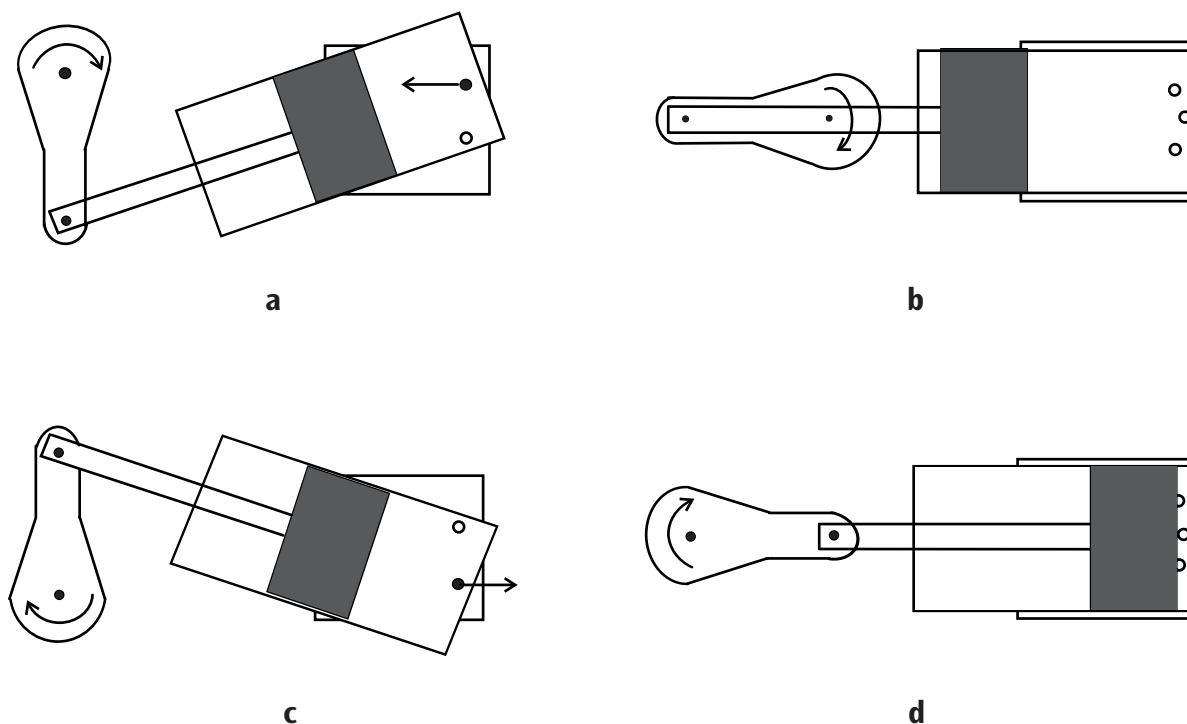

Fig.1: Ciclo de trabalho da máquina a vapor de pistão oscilatório
de distribuição de vapor. Na caldeira aquece-se a água e é produzido o vapor. O vapor de água passa pela mangueira de injeção de vapor ⑫ através do suporte para o orifício de entrada de vapor. Assim que a abertura do cilindro encontra a entrada de vapor novo, entra vapor no cilindro e este empurra o êmbolo (fig. 1 a). Quando o cilindro chega na extremidade os canais de vapor estão então fechados. Graças à roda de impulso, supera-se esse ponto morto (fig. 1 b). Na fase seguinte o cilindro retorna
para trás, abre o orifício de saída de vapor e empurra o vapor para fora (fig. 1 c). O vapor é evacuado pela mangueira de escape ② e pelo tubo de condensação ⑬. A condensação residual é levada ao recipiente para condensação pela mangueira de condensação ①. O êmbolo atinge o ponto morto superior, no qual ambos canais de distribuição estão fechados. Após superar o ponto morto superior graças à roda de impulso, o vapor volta a ser introduzido e o processo repete-se desde o início (fig. 1 d).